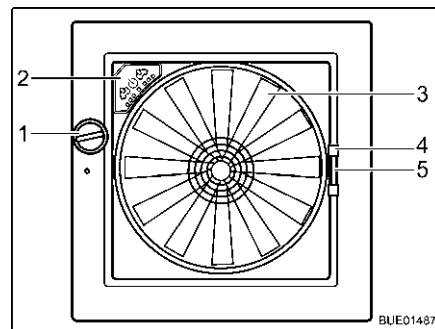

Fig. 95 Lanterneau Omni-Vent
- Tourner le bouton rotatif (Fig. 95,1) jusqu'à ce que l'angle d'ouverture désiré soit atteint.
- Tourner le bouton rotatif (Fig. 95,1) jusqu'à ce que le lanterneau soit entièrement fermé.
- Tirer la moustiquaire par la poignée (Fig. 95,4) vers le côté de cadre opposé.
- Presser la poignée (Fig. 95,5) du dispositif occultant.
- Ventilateur** Quand le lanterneau est ouvert, l'intérieur peut être aéré avec un ventilateur à 6 niveaux de puissance (Fig. 95,3). La commande du ventilateur s'effectue sur son panneau de commande (Fig. 95,2).